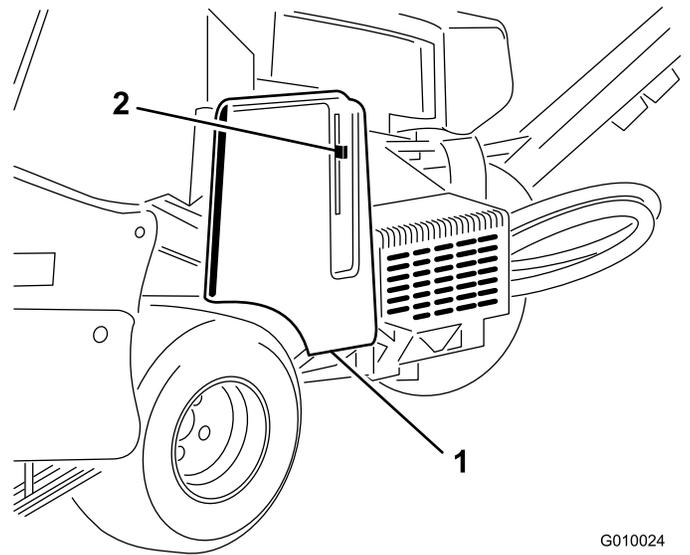
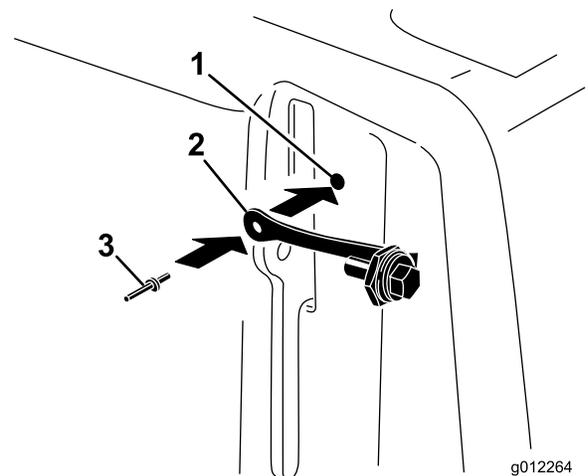

図 8
図 9
2. ベルト・カバーの穴を使って、ポップ・リベットのついたストラップを取り付ける (図 9)。
1. ラッチ・カバーの隣にあるベルト・カバーの穴を探す (図 8 および 図 9)。